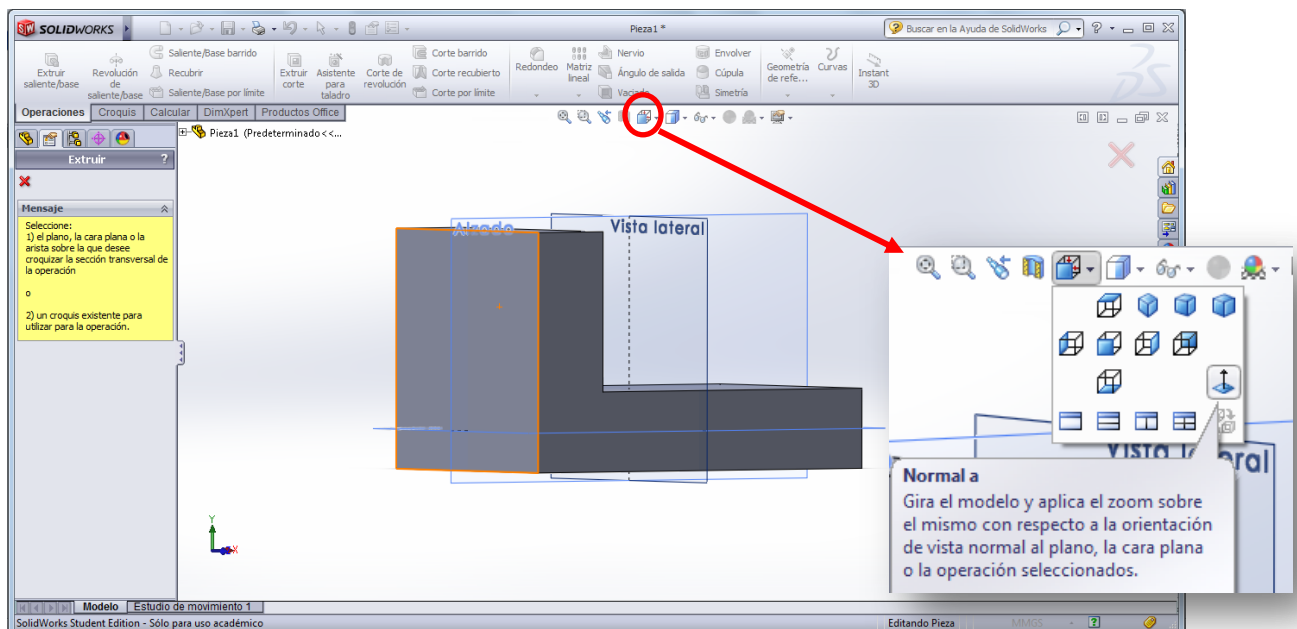
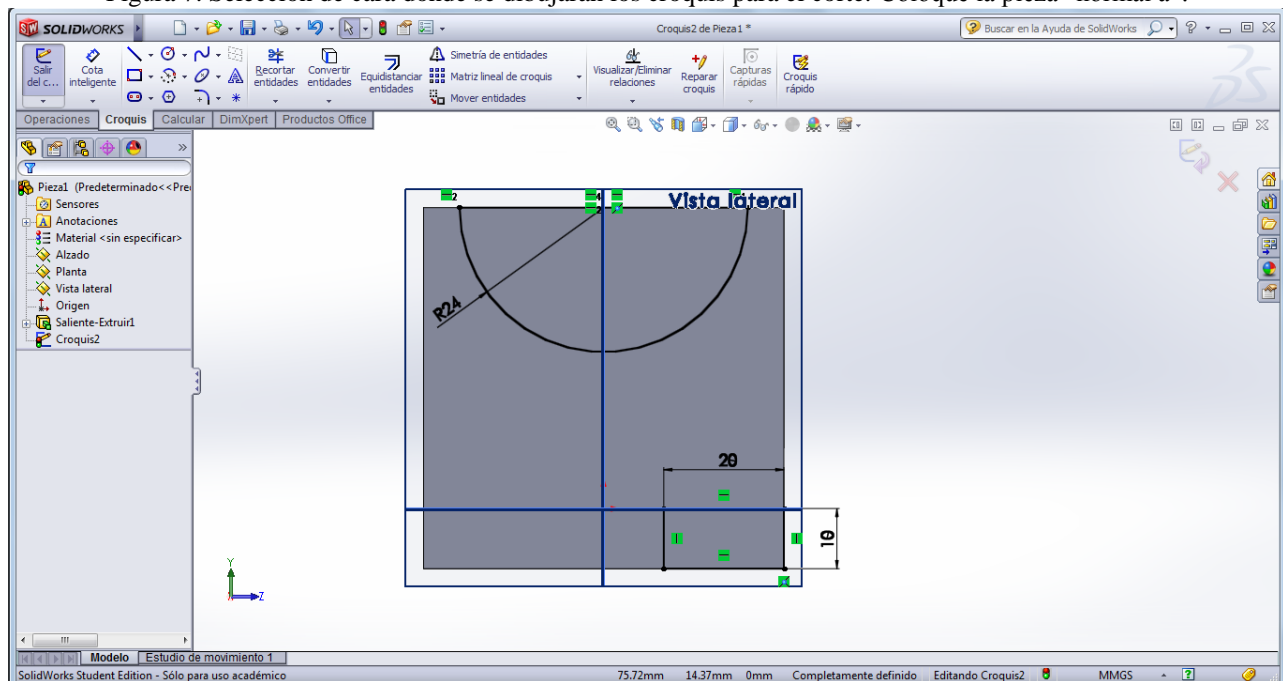

Figura 7. Selección de cara donde se dibujarán los croquis para el corte. Coloque la pieza “normal a”.
Figura 8. Croquis para semicircunferencia y escalón.
f) Las siguientes operaciones a realizar corresponden a *extruir corte*. Para facilitar el número de operaciones realizadas, se realizarán dos cortes en dos lugares diferentes al mismo tiempo. Para ello, se selecciona en el menú *operaciones >> extruir corte*. Nuevamente, se debe seleccionar el plano (o cara) donde se desea dibujar el croquis que hará el corte en la pieza, como se muestra en la Figura 7. Para este caso, se seleccionará la cara posterior de la pieza, y se dibujarán ambos croquis siguiendo un procedimiento similar al del caso anterior. En la Figura 8 se observan ambos croquis dibujados, utilizando: